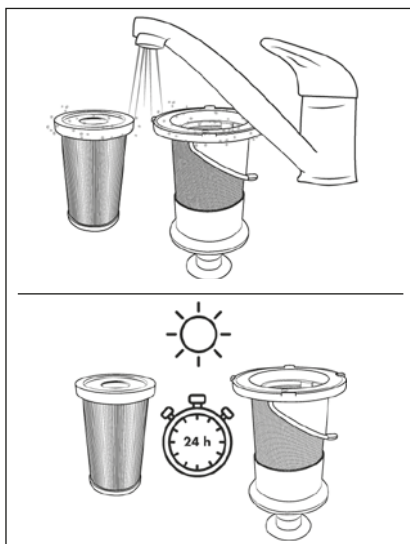

Fig. 20
- 5) Lavare il filtro HEPA **5** e il filtro in acciaio inox **6** con acqua fredda o tiepida. Lasciare asciugare completamente all'aria il filtro HEPA **5** e il filtro in acciaio inox **6** prima di inserirli nuovamente nel contenitore di raccolta della polvere **7** (vedere fig. 20).